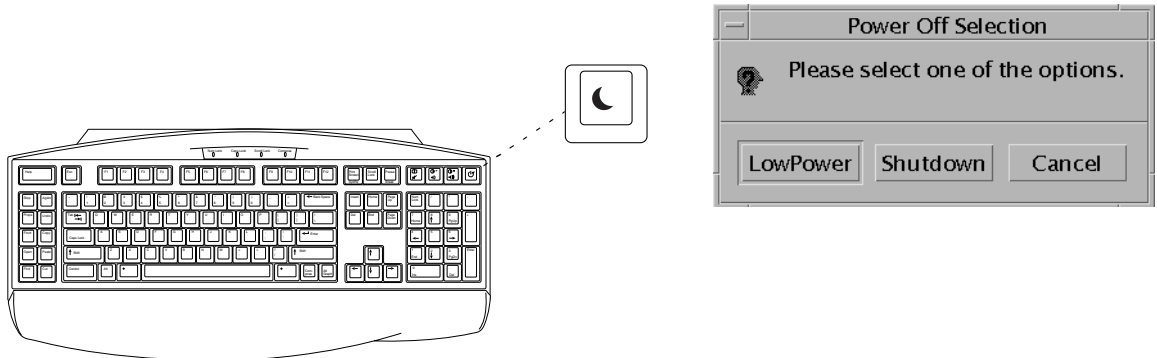

FIGURE 5 Touche Power d'un clavier USB Sun de type 6 et boîte de dialogue Power Off Selection
1. **Appuyez sur la touche Power d'un clavier USB Sun™ de type 6** (reportez-vous à la FIGURE 5).